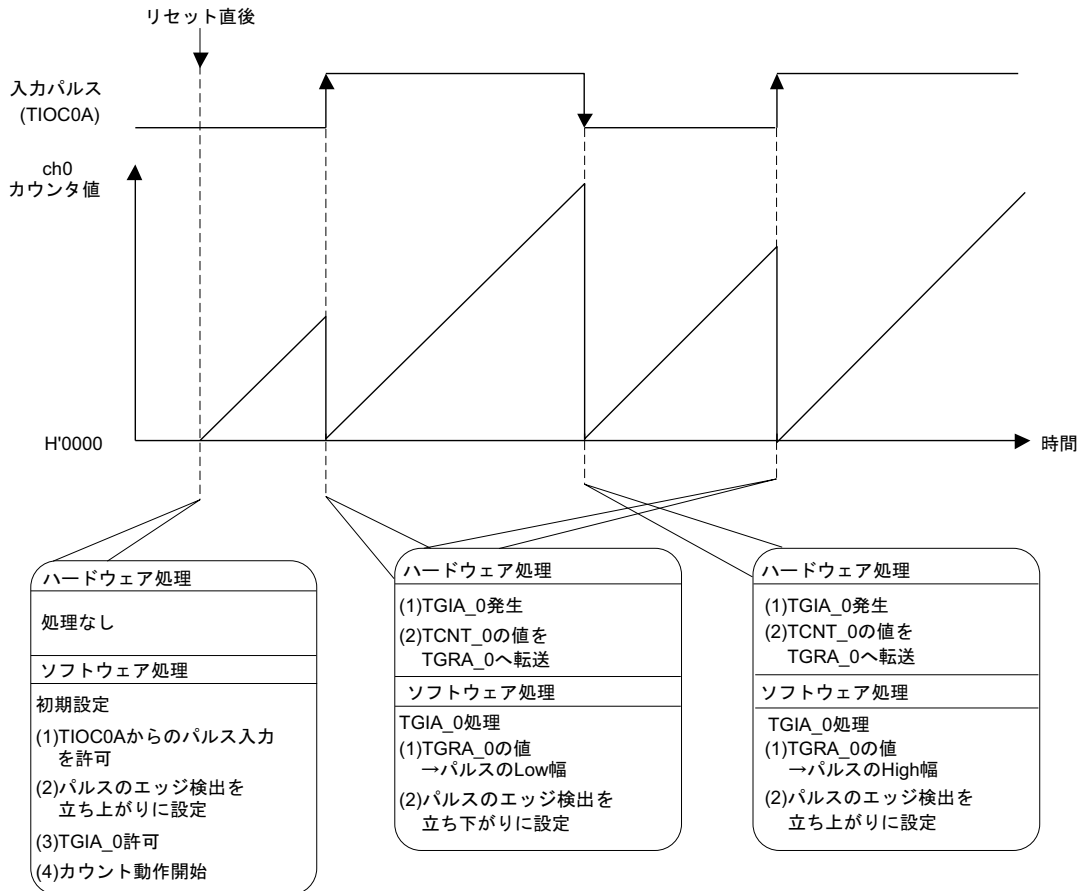

図 2.3 パルス幅測定動作原理
(1) 図2.3に動作原理を示します。図に示すようにSH7145のハードウェア処理およびソフトウェア処理によりパルスのHigh幅およびLow幅を測定します。